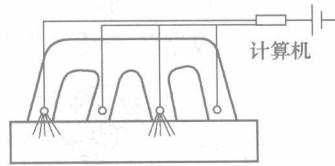

图 1-8 分组喷射系统
2) 分组喷射系统(图 1-8)。分组喷射系统是将喷油器按发动机的每个工作循环分成若干组交替地进行喷射。皇冠 3.0、LS400 等轿车就使用分组喷射系统，但是这种喷射系统使用得已经越来越少。